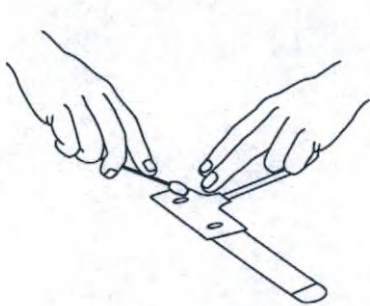

Рис. 1
1. Липкость медицинского клея можно уменьшить или удалить, протерев клеевые участки ватным тампоном или марлей (см. Рис. 1).